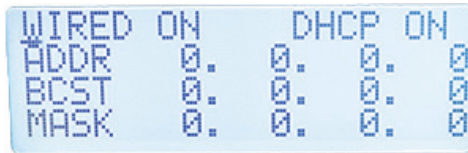

图 4-2 DHCP菜单
4. 按“确定”键（），确认所做的选择，并显示DHCP（动态主机配置协议）菜单（参见第59页的图 4-2）。